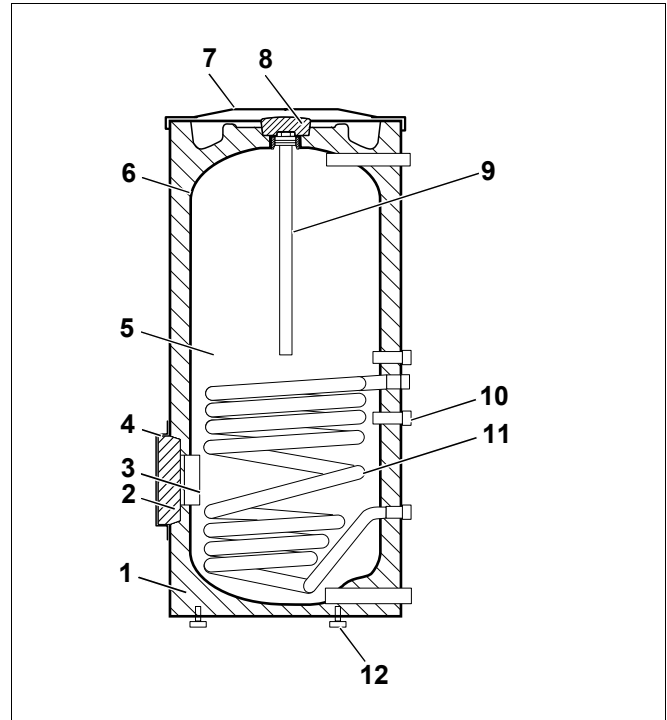

Рис. 1 Баки-водонагреватель (здесь: SU300/1)
- Бак (рис. 1, **поз. 5**) с защитой от коррозии
Катодная защита от коррозии состоит из гигиенической термоглазури DUOCLEAN MKT (рис. 1, **поз. 6**) фирмы Будерус и магниевого анода (рис. 1, **поз. 9**).
- Теплоизоляция (рис. 1, **поз. 1**)
Теплоизоляция из не содержащего вредных веществ полиуретанового пенопласта нанесена непосредственно на бак. Два теплоизоляционных элемента (рис. 1, **поз. 2** и **поз. 8**) из пенопласта снижают теплотери через люк для чистки и магниевый анод.
- Гладкотрубный теплообменник (рис. 1, **поз. 11**)
- Гильза для установки температурного датчика (рис. 1, **поз. 10**)
- Люк для чистки (рис. 1, **поз. 3**)
- Крышка бака (рис. 1, **поз. 7**)